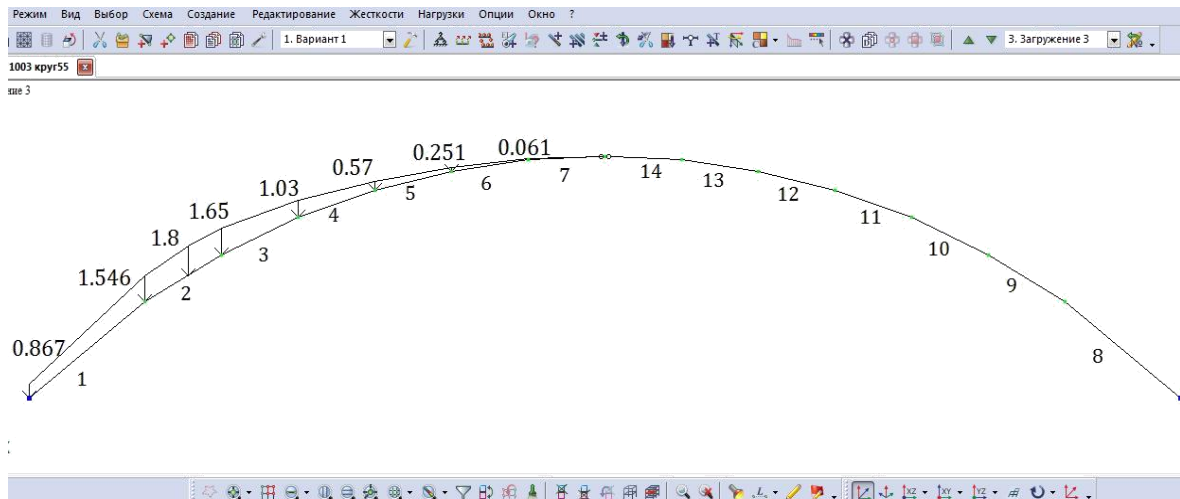

Рис. 2.33. Третье загрузеие (снеговая нагрузка, распределенная по треугольнику на половине пролета)
- Вид расчетной схемы после задания в схеме нагрузок третьего загрузжения приведен на рис. 2.33.